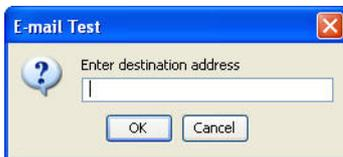

FIG. 139
2. È visualizzata la schermata E-mail Test (Prova e-mail) mostrata nella FIG. 139. Digitare un indirizzo e-mail al quale inviare il messaggio di test e fare clic sul pulsante OK per inviare l'e-mail di prova.